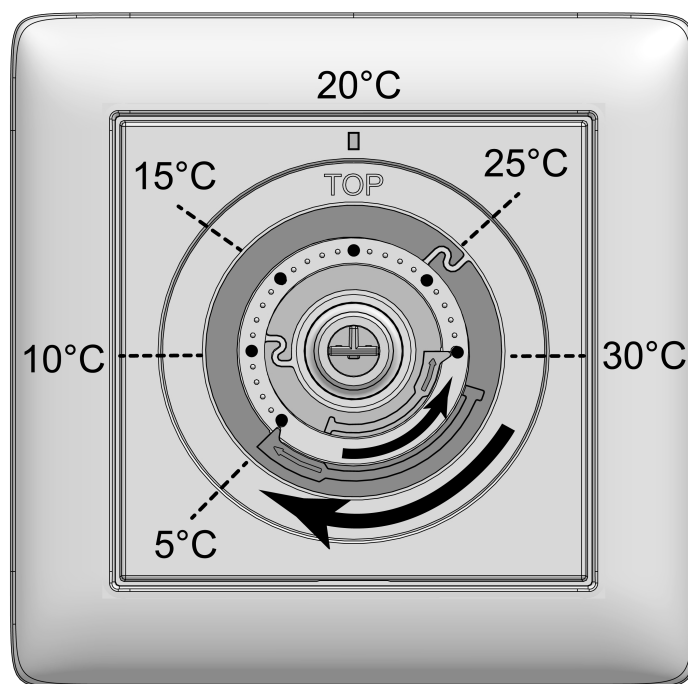

Figura 4: Anillos de ajuste para limitación de la temperatura
En la posición intermedia, el aparato regula la temperatura de consigna a aprox. 20 °C. La temperatura ambiente alcanzada depende del lugar de montaje del aparato y de las condiciones ambientales. La menor temperatura nominal asciende a aprox. 5 °C y la máxima temperatura de consigna a aprox. 30 °C (véase figura 4).
- Retirar el botón de manejo (5) de la placa central (4) para que los anillos de ajuste (7) sean visibles (véase figura 4). Los valores de temperatura mostrados en la imagen sirven como orientación.